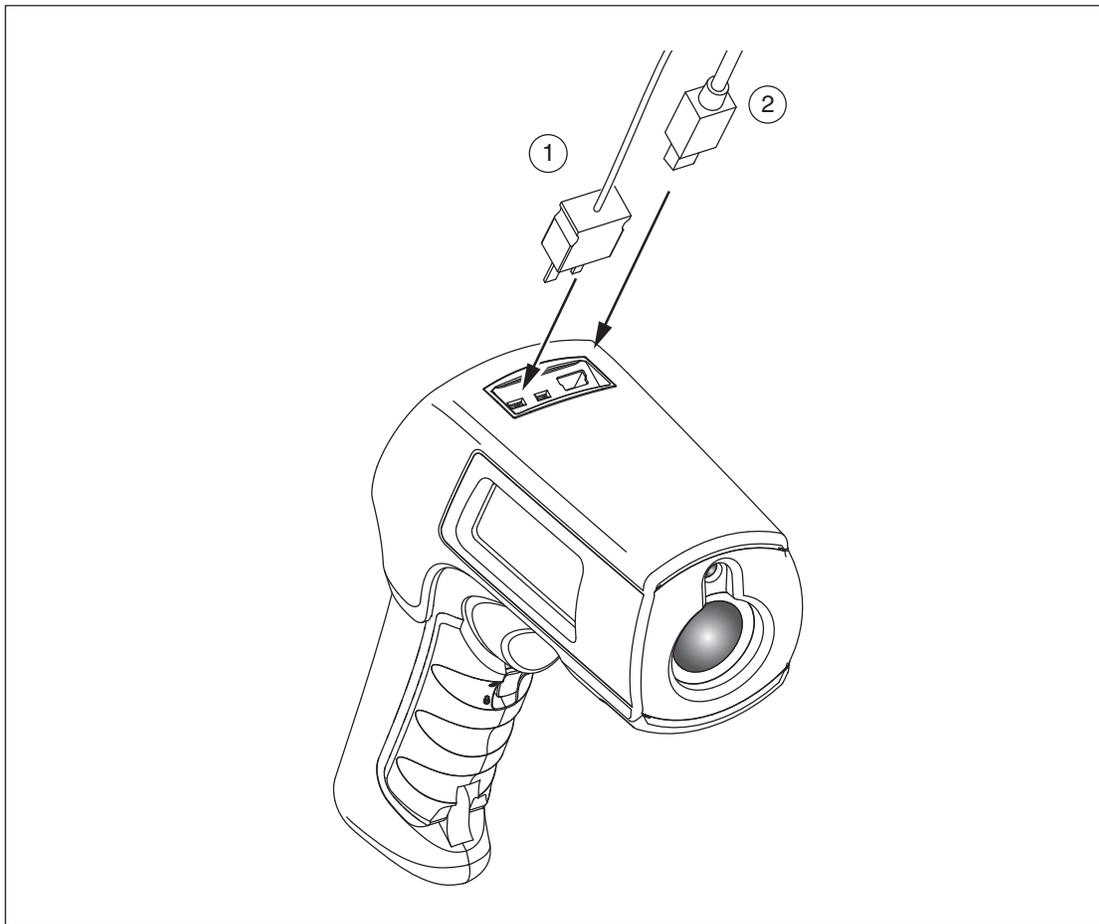

图9. 热电偶和 USB 连接
568 型中保存的数据可通过附带的 USB 电缆和 FlukeView® Forms Documenting Software 下载至个人计算机 (PC)。有关详情，请参见 FlukeView® Forms 的文档。USB 输入端口②位于测温仪顶部靠近外接探头输入端口①的位置（参见图 9）。
测温仪配备有一个珠形 K 型热电偶探头。该探头通过测温仪顶部的探头输入端口连接至测温仪（参见图 9）。